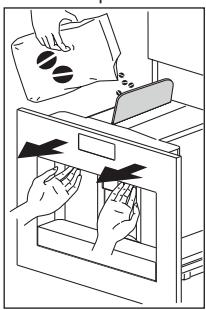

Fig. 14
- Extraia o aparelho puxando-o para fora, utilizando os manípulos (Fig. 14). Abra a tampa e encha o recipiente com grãos de café; depois feche a tampa e empurre o aparelho.